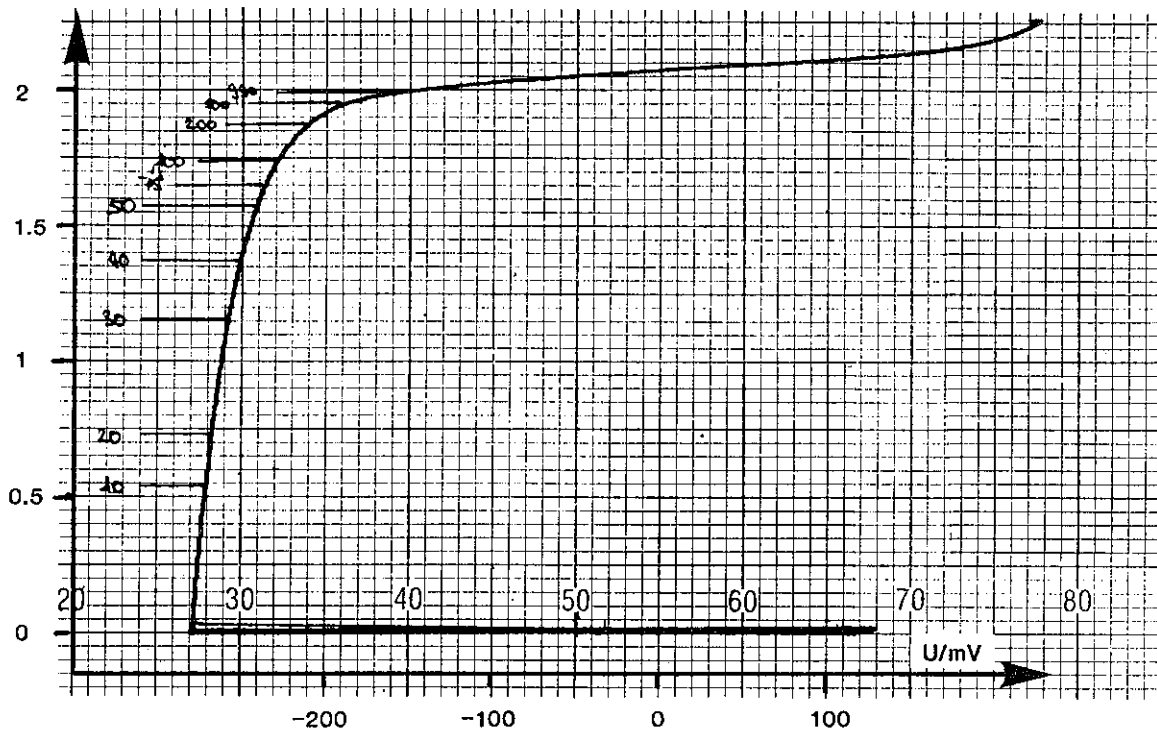

Fig. 3.1
Titriergeschwindigkeit dosiert (siehe Fig. 3.1).
3. start slope (siehe Fig. 3.1)